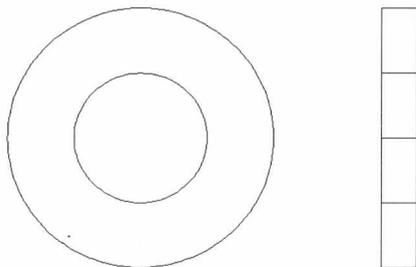

图1-11 修剪线段
**步骤 11** 在命令行中输入TRIM（修剪）命令并按回车键确认，根据命令行提示进行操作，选择需要修剪的对象，按回车键确认，修剪需要修剪的线段，效果如图1-11所示。